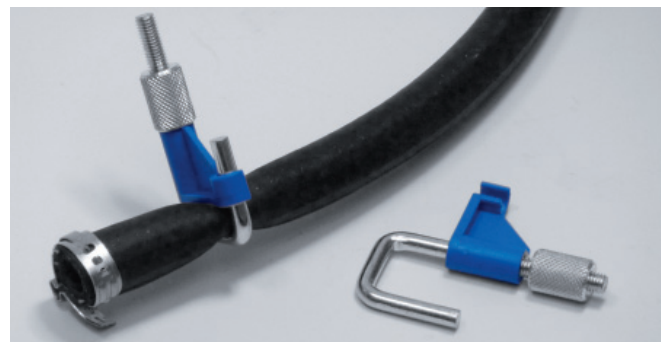

Abbildung 1: Schlauchklemmen
3. Bevor Sie die Leitungen lösen, klemmen Sie alle Anschlüsse am LeitungsfILTER mit geeigneten Werkzeugen ab (Abb. 1). Dies verhindert den Austritt von Kraftstoff und das Leerlaufen der Leitungen – und damit auch das Eindringen zusätzlicher Luft in das Kraftstoffleitungssystem.